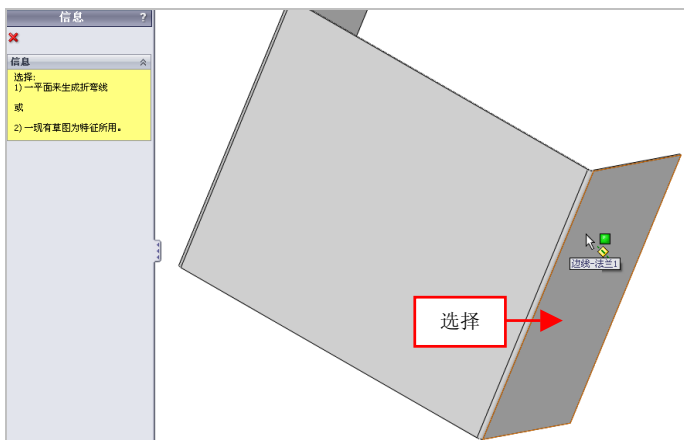

图 13-28 选择合适的面
(8) 单击菜单栏中的【插入】|【钣金】|【转折】命令，弹出【信息】属性管理器，选择合适的面，如图 13-28 所示。